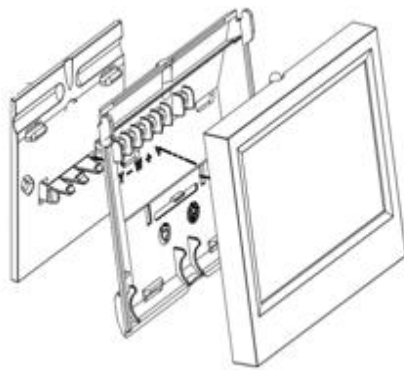

Fig. 24
Los termostatos TACTO radio de Airzone están disponibles para montaje en superficie (S) (Fig. 24). Recuerde que la distancia máxima en espacios libres para este elemento es de 50 metros.